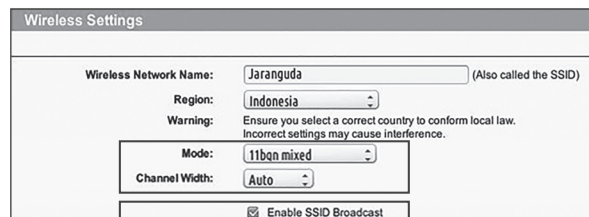

Fig. 1
2. Assurez-vous que le mode 802.11 de votre routeur du réglage sans fil est b/g/n mélangés. (Voir Fig. 1)
3. Assurez-vous que votre canal/largeur de bande de réglage sans fil de routeur est Auto ou 20M ou 20M mélangés 40M. (Voir Fig. 1)
4. Assurez-vous que votre routeur active la fonction SSID Broadcast lors de la connexion de la machine à l'application et que vous pouvez la fermer après vous être connecté avec succès. (Voir Fig. 1)